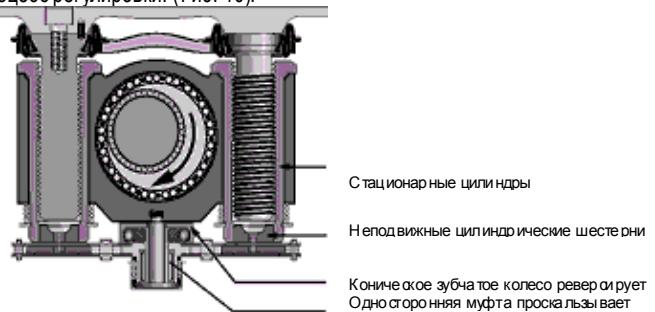

РИС. 10
- При падении давления в тормозной камере происходит отвод рычага управления. Вал эксцентрика и секторная шестерня реверсируют вместе с центральной шестерней. Односторонняя муфта свободного хода, препятствующая обратной передаче вращения в группу регулировочных шестерней и к регулировочным втулкам, не перемещается, блокируя, таким образом, процесс регулировки. (Рис. 10).